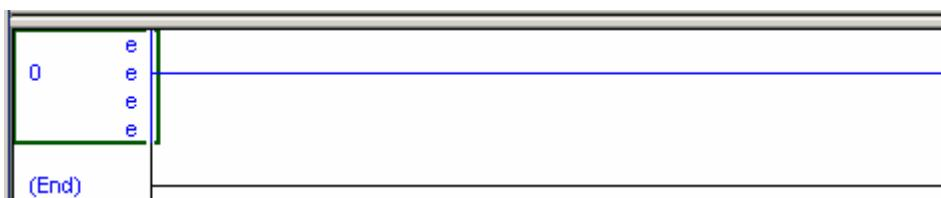

图 3-86 编程窗口
23. 在弹出的编程窗口图 3-86 中编写主例程。注意出现在右边窗口的梯级，此梯级处于编辑 ( Edit ) 模式，在梯级的左边标着 “e”。现在可以添加指令和梯级了。